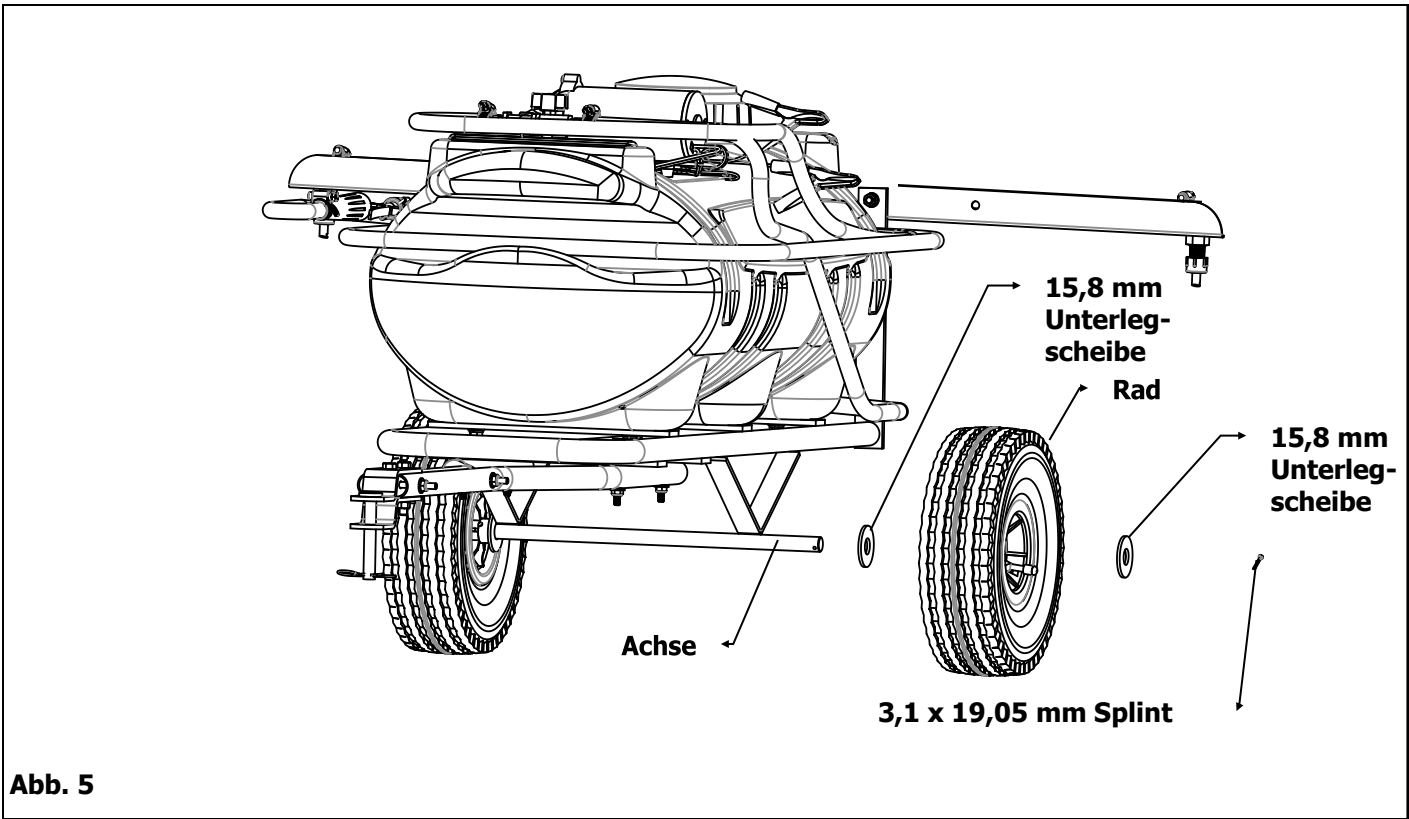

Abb. 5
5. Setzen Sie vier 15,8 mm Unterlegscheiben, zwei Räder und zwei 3,1 x 19,05 mm Splinte zusammen. Stecken Sie eine 15,8 mm Unterlegscheibe auf die Achse, gefolgt von einem Rad und einer weiteren 15,8 mm Unterlegscheibe. Stecken Sie einen 3,1 x 19,05 mm Splint in das Loch in der Achse und spreizen Sie die Schenkel des Splints auseinander. Siehe Abbildung 5.